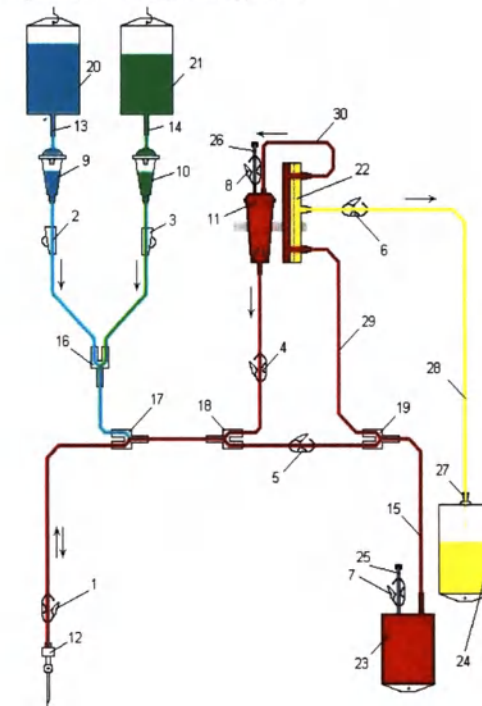

Рисунок 2
- (1) Подготовить рабочее место для монтажа безаппаратной системы, вскрыть укладку со стерильными принадлежностями.
- (2) Проверить срок годности и целостность упаковки плазмодифильтра и комплекта магистралей.
- (3) Распаковать плазмодифильтр с комплектом магистралей и разложить их на рабочем месте.
- (4) Произвести сборку экстракорпорального контура в асептических условиях согласно схеме, представленной на рис.2.
- (5) Закрепить плазмодифильтр с помощью универсальной трубки на трансфузионной стойке на уровне тела пациента. Закрепить все зажимы на магистралах.
- (6) Снять защитный колпачок с иглы 13 и соединить ее с контейнером 20 с изотоническим раствором натрия хлорида, после чего установить контейнер на трансфузионную стойку.
- (7) Снять защитный колпачок с иглы 14 и соединить ее с контейнером 21 с антикоагулянтом, после чего установить контейнер на трансфузионную стойку.
- (8) Заполнить фильтр-капельницу 10 до половины ее объема, открыть зажим 5 и, ослабив зажим 3, заполнить участок магистралей до тройника 16 антикоагулянтом. Перекрывать зажим 3.
- (9) Заполнить изотоническим раствором натрия хлорида